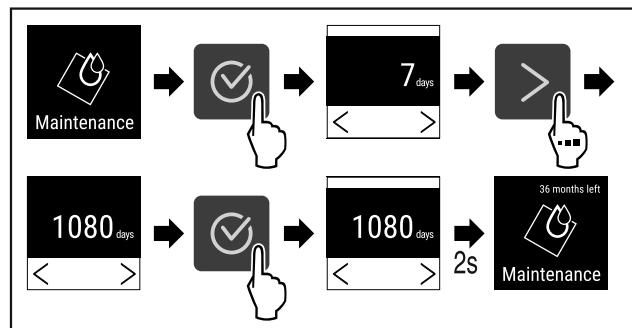

Fig. 75
- Провести етапи операцій (див. Fig. 75) .